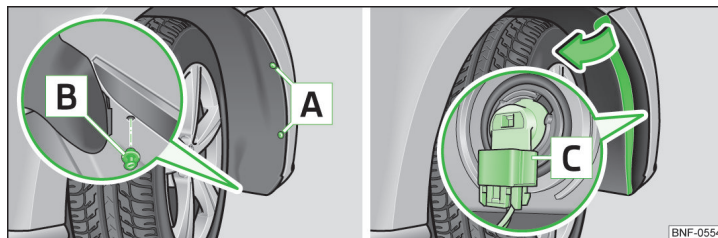

Fig. 133 Pære til tågeforlygte
- Skru skruerne **A** » Fig. 133 ud af hjulkassebeklædningen med skruetrækkeren fra bilens værktøj.